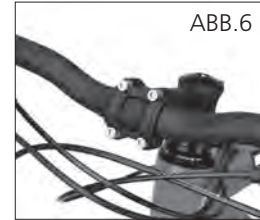

ABB.6
Für Straßenräder muss die Lenkstange so positioniert werden, dass die Enden leicht nach innen und abwärts gerichtet sind. Bei Rädern mit flacher Lenkstange muss der Rennlenker parallel zum Boden verlaufen. Zum Erreichen dieser Positionen wird die am Kopf des Lenkstangenansatzes angebrachte Befestigungsschraube (oder -schrauben) gelöst (Abb. 6). Drehen Sie den Rennlenker in die optimale Position und ziehen Sie dann die Befestigungsschrauben wieder an (9 Nm x M5, 12/14 Nm x M6 e 14/18 Nm x M8 (5)).